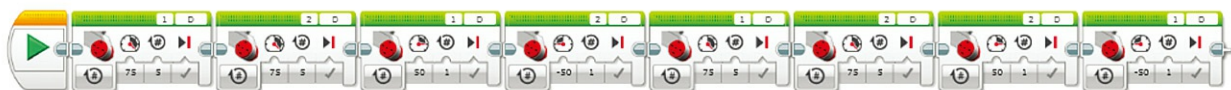

图11.25 使机械车运动的一系列程序
4. 复制并粘贴这一整段程序，将智能砖的层数调换以准备第二轮的运动。这一系列的程序看起来应该与图11.25类似。